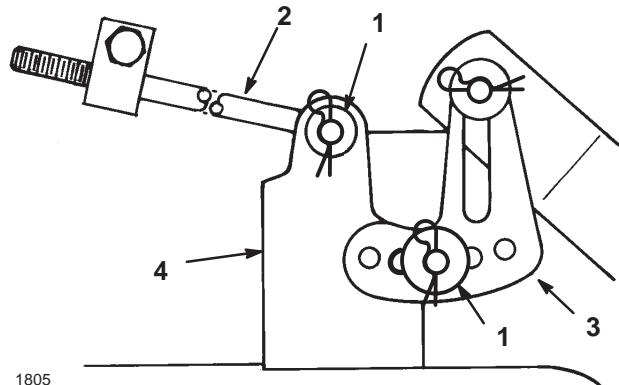

Figure 19
9. Enlevez la goupille fendue et la rondelle de l'extrémité de la longue tige (Fig. 19) et glissez la tige hors du support du plateau.
10. Enlevez la goupille fendue et la rondelle de la patte de mise à niveau du plateau de coupe (Fig. 19). Dégagerez la patte de l'axe de montage et remettez la rondelle et la goupille fendue en place pour ne pas les perdre.